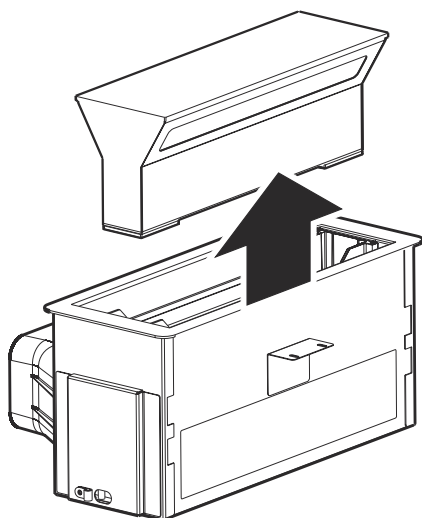

Fig. 3
1. ➡ ■ Tryck ner den vita etiketten mitt på glaset, varefter glaset och belysningen skjuts upp. Lyft bort hela delen (Fig. 3).